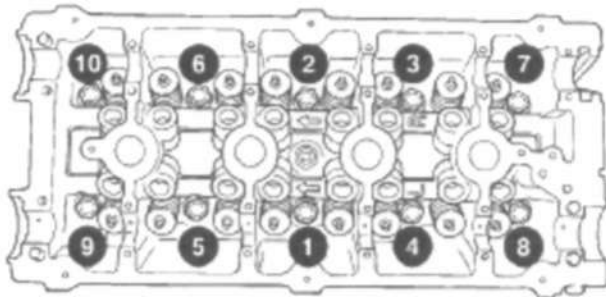

Рис. 11 Порядок затяжки болтов головки блока
- (3) Установить головку блока на блок двигателя.
- (4) Затянуть болты головки блока, соблюдая указанную последовательность (Рис. 11).